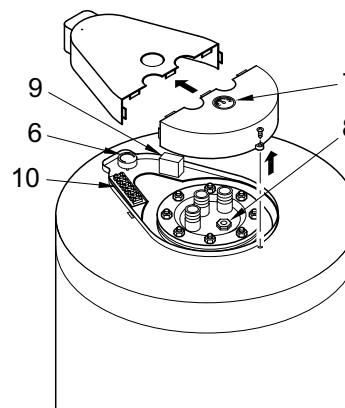

Рис. 7
– снять защитную панель, чтобы подключить клеммы бойлера (рис. 7);
3.2.1 Включение котла (рис. 7)
- включить котел (1), одновременно зажигается горелка;
- повернуть температурный регулятор на позицию не ниже 60° (5). Установленная температура контролируется термометром (4);
- установить температуру воды с помощью термостата бойлера (6). Температура контролируется термометром (7).
3.2.2 Термостат безопасности (рис. 7)
3.2.3 Заполнение котла (рис. 7)
3.2.4 Выключение котла (рис. 7)